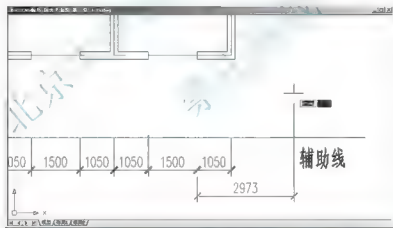

图 3.43 基线标注自动连接到刚刚所标注的尺寸线上
(1) 执行菜单栏中的【标注】|【基线】命令，执行基线标注操作，光标将自动连接到刚刚所标注的尺寸线上，如图 3.43 所示。